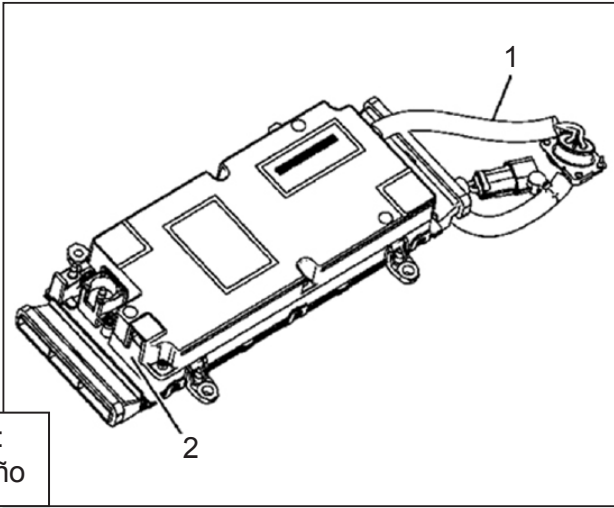

Figura 1:
Este 2do diseño ya no tiene una cola de cochino positiva y negativa de la batería (300V) (1), y se reubica el conector de 10 vías (2). Vea la figura 1 y 2.